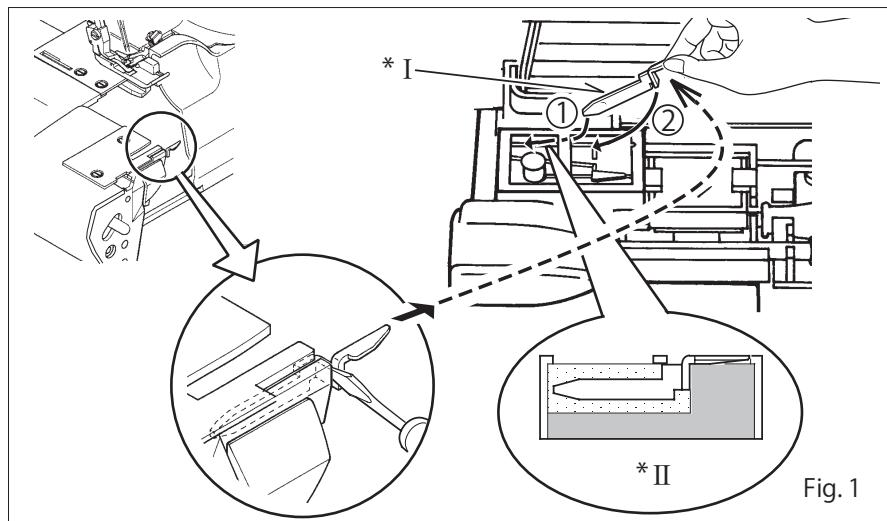

Fig. 1
2. After finishing, re-set the stitch finger in its place. Please ensure inserting it deep as illustrated in Fig 1.
Attention de bien s'assurer de l'avoir inséré convenablement comme illustré Fig.1.
2. Después de terminar, colocar el dedo de puntada en su lugar. Asegurarse de insertarlo profundamente como ilustrado en Fig. 1.
Pull out the converter as shown in Fig. 1.